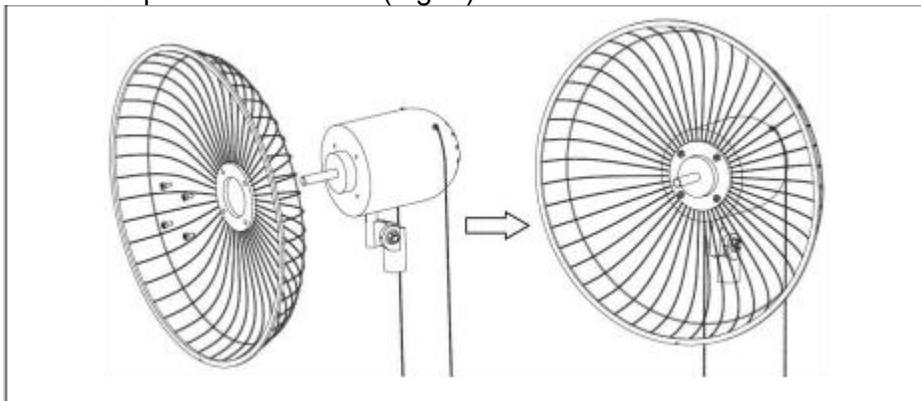

Fig.5 .
1) Retirez les vis de la grille de la tête du moteur. Fixez ensuite la grille arrière (12) sur la tête du moteur à l'aide de la vis de la grille arrière (13), comme indiqué sur le schéma (Fig. 5).